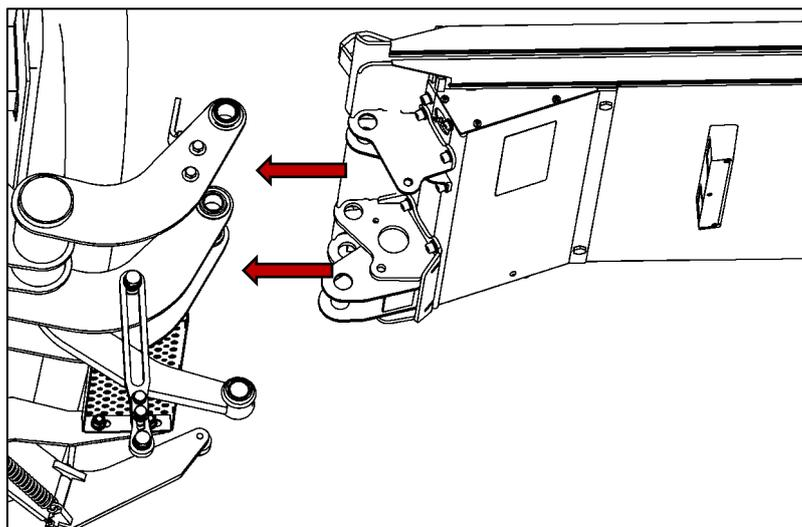

Fig. 54
- Alinee los puntos de apoyo superiores de la plataforma (puntos de fijación de la plataforma) con los puntos de apoyo del brazo oscilante (puntos de fijación superiores del mecanismo de elevación) (ver Fig. 54).